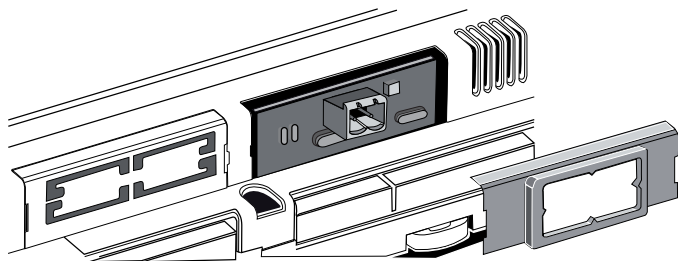

Fig 4
3. Inserire la scheda opzionale nel corrispondente connettore, assicurandosi che la scheda sia ben inserita e a contatto dei due appoggi posti sul contenitore del pCO (vedi Fig. 4).
3. Insert the optional card in the corresponding socket, making sure that the card is fitted correctly and in contact with the two supports on the case of the pCO (see Fig. 4).